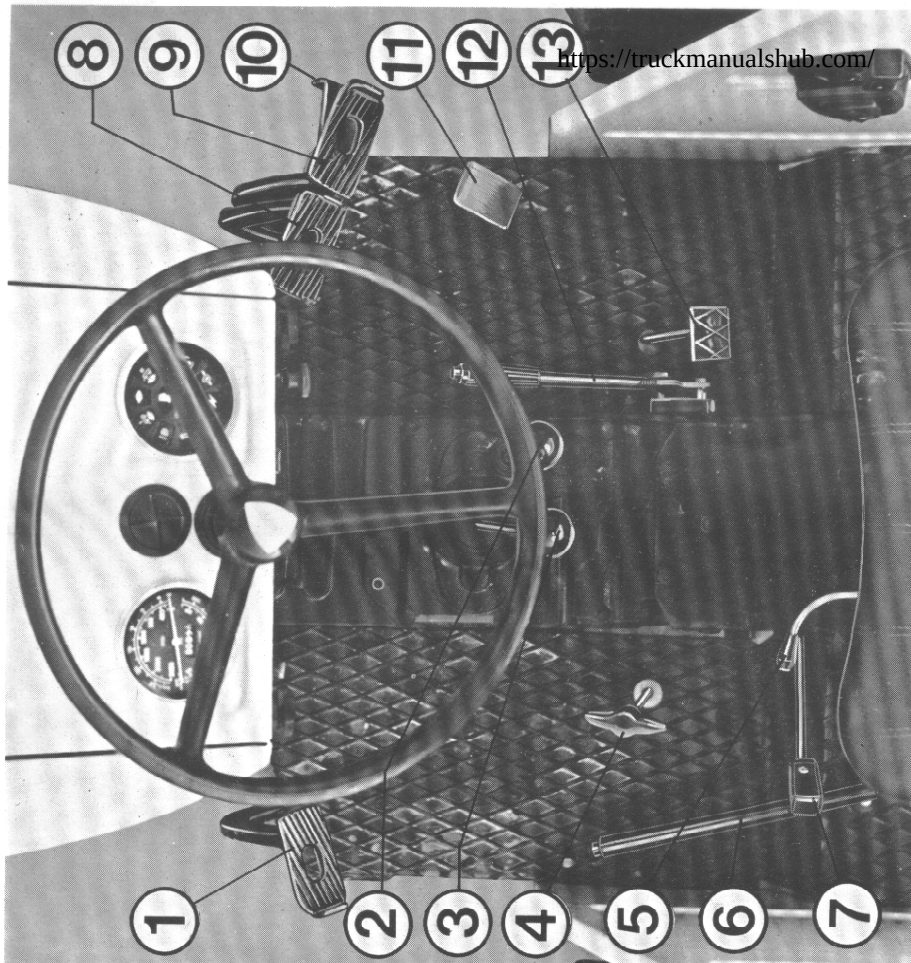

FIG. 2. Comandi vari
a) il disco posto internamente al gruppo frizione collega il motore al cambio; per disinnestarlo occorre premere il pedale (1 fig. 2) a fondo corsa;
b) il disco posto fra il volano - motore ed il gruppo frizione, collega il motore alla presa di forza; per disinnestarlo occorre tirare verso l'alto l'apposita leva di comando (6 fig. 2).
Durante la marcia su strada è necessario collegare i due pedali mediante l'apposita leva di collegamento posta tra i pedali stessi (10 fig. 2).
I freni possono essere comandati anche mediante leva a mano (12 fig. 2) dotata di dispositivo a cremagliera per poter mantenere i freni in posizione bloccata (stazionamento della trattrice).